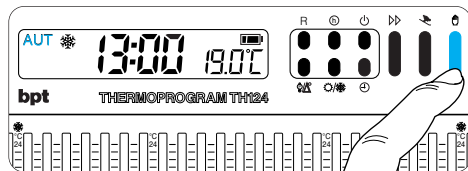

Fig. 41
**Nota.** Per ritornare in funzionamento AUTOMATICO prima dello scadere del tempo impostato, premere il pulsante  (fig. 41).